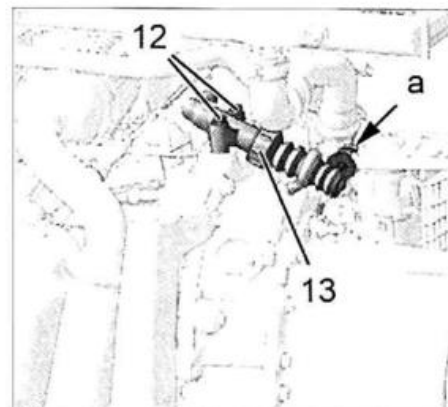

FIG. 4
- Desengrapar el tubo en "A" (fig. 4).
- Desmontar los dos tornillos (12).
- Separar el mando hidráulico de embrague (13).